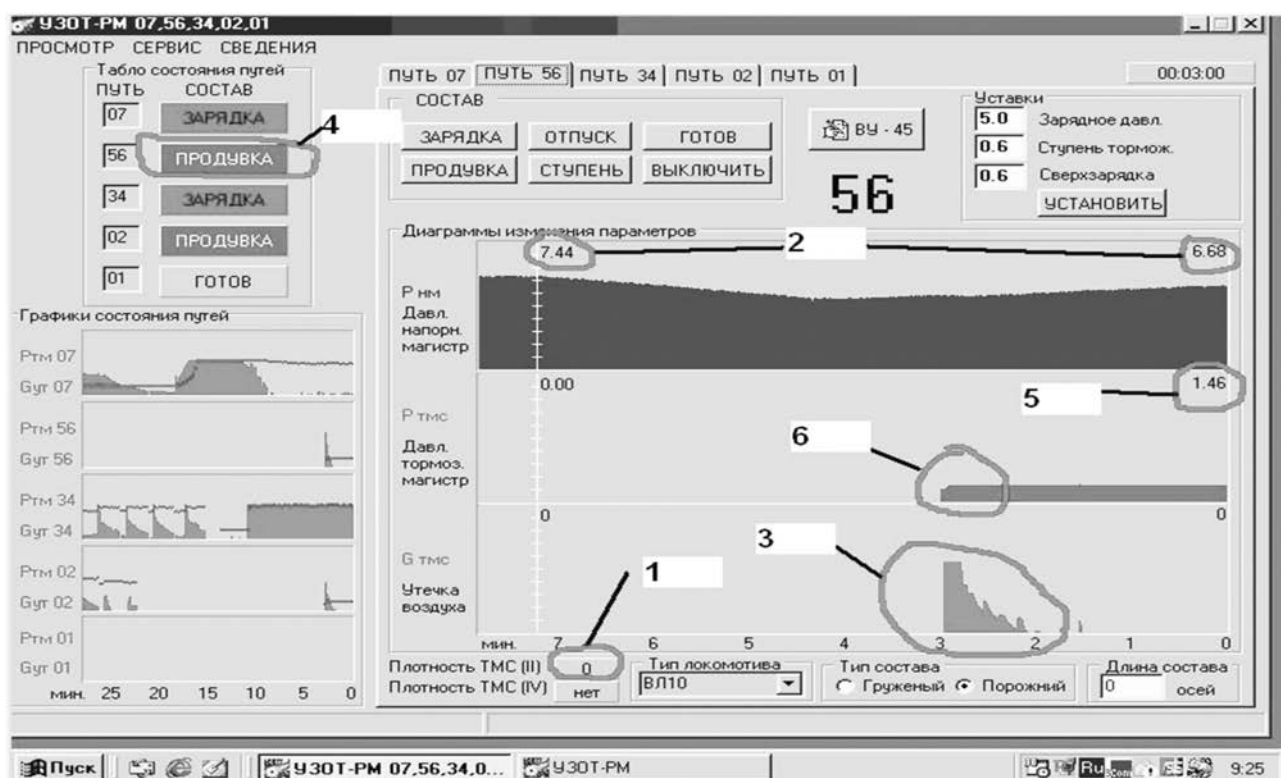

Рис. 4. Вид рабочего окна программы УЗОТ-РМ в режиме «ПРОДУВКА»
- при установке в окне СОСТАВ режима «ПРОДУВКА» на табло состояния путей (верхний левый угол, рис. 4) загорается надпись «ПРОДУВКА», (рис. 4, поз. 4);
- давление тормозной магистрали $P_{\text{тмс}}$ — 1,25–2,25 кгс/см², (рис. 4, поз. 6), отклонение показаний по сравнению с показаниями манометра НМ свидетельствует о выходе из строя или сбое настройки измерителя давления НМ; отсутствие сжатого воздуха на выходе НПК при наличии показаний $P_{\text{тмс}}$ и открытом разобщительном кране на ЭПБ свидетельствует о засорении
- давление напорной магистрали P_{nm} (рис. 4, поз. 2) (описание см. выше).
- так как состав не подключен к НПК, постоянной утечки воздуха быть не должно (рис. 4); в начальный момент появления диаграммы давления тормозной магистрали P_{tmc} возможно кратковременное наблюдение скачка утечки (рис. 4, поз. 3) на диаграмме утечки воздуха G_{tmc} , кото-